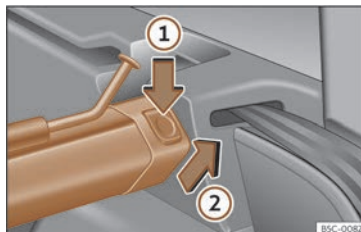

Fig. 135 No maleteiro: desmontar a rede de separación.
- Prema a tecla de desbloqueo esquerda ou dereita»» fig. 135 no sentido da frecha (1).
- Extraia a carcasa do soporte no sentido da frecha»» fig. 135 (2).
- Prema a carcasa nos soportes esquerdo e dereito no sentido contrario ao da frecha »» **fig. 135 ②** ata que encaixe.